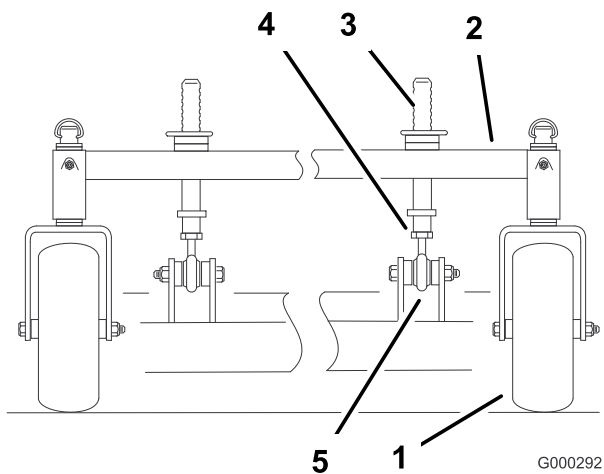

Bild 57
- Durch Einstellen der vorderen Schnitthöhen Säulen lässt sich die Längsneigung einstellen (Bild 57).
2. Lockern Sie zum Anheben der Vorderseite des Mähwerks die Klemmmutter und drehen Sie den vorderen Stift nach rechts (Bild 57).
3. Lockern Sie zum Absenken der Vorderseite des Mähwerks die Klemmmutter und drehen den vorderen Stift nach links (Bild 57).
6. Ziehen Sie dann die Klemmmuttern fest (Bild 57).